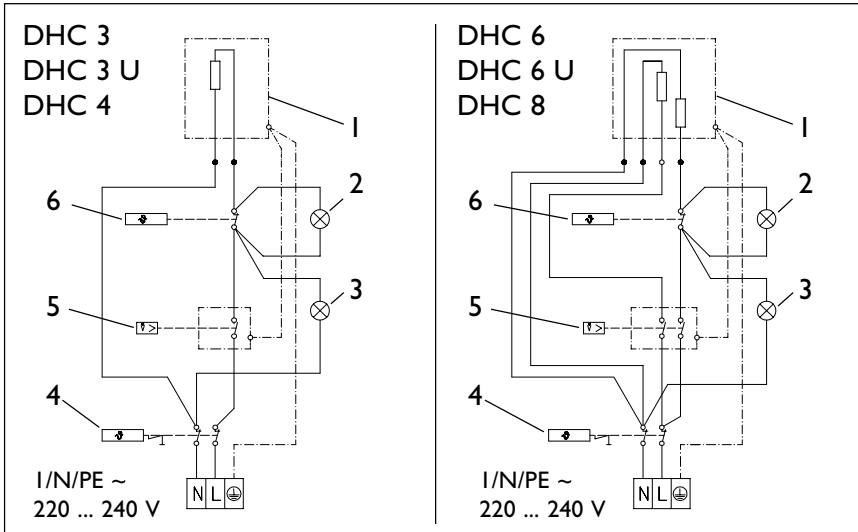

Рис. 14
Прибор должен быть заземлен (см. рис. 14).
Пояснения к рис. 14
- Осуществить электрическое подключение в клеммной коробке (поз. 10) в соответствии с электрической схемой на рис. 14 и закрутить винты кабельного зажима.
- Подготовить провод (поз. 7) для электрического подключения в клеммной коробке (поз. 10) в соответствии с электрической схемой на рис. 14.
- Стационарно проложить провод (поз. 15) для электрического подключения в клеммной коробке (поз. 16) в соответствии с электрической схемой на рис. 14.
- Электрическое подключение в клеммной коробке (поз. 10) осуществить в соответствии со схемой на рис. 14.